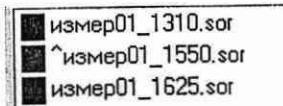

Рисунок 6
5) После окончания измерения перейти на закладку **2 маркера**, установить маркеры на рефлектограмму и убедиться в возможности измерения затухания и длины ОВ на каждой длине волны. Измерения проводятся по "активной" рефлектограмме, около названия которой есть символ ^ (см. рисунок 6). Чтобы сделать рефлектограмму активной надо дважды щелкнуть левой клавишей мыши по ее названию.